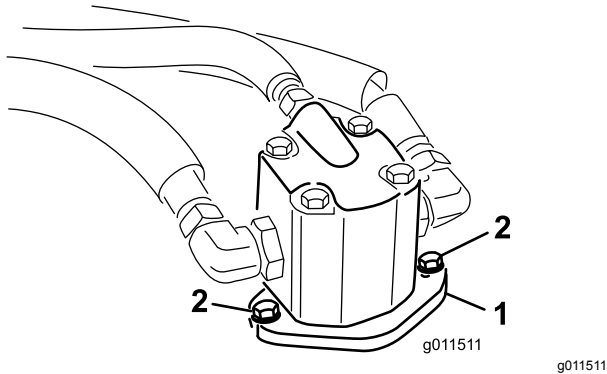

Figura 1
3. Retire los pernos que sujetan los motores hidráulicos a la unidad de corte (Figura 1).